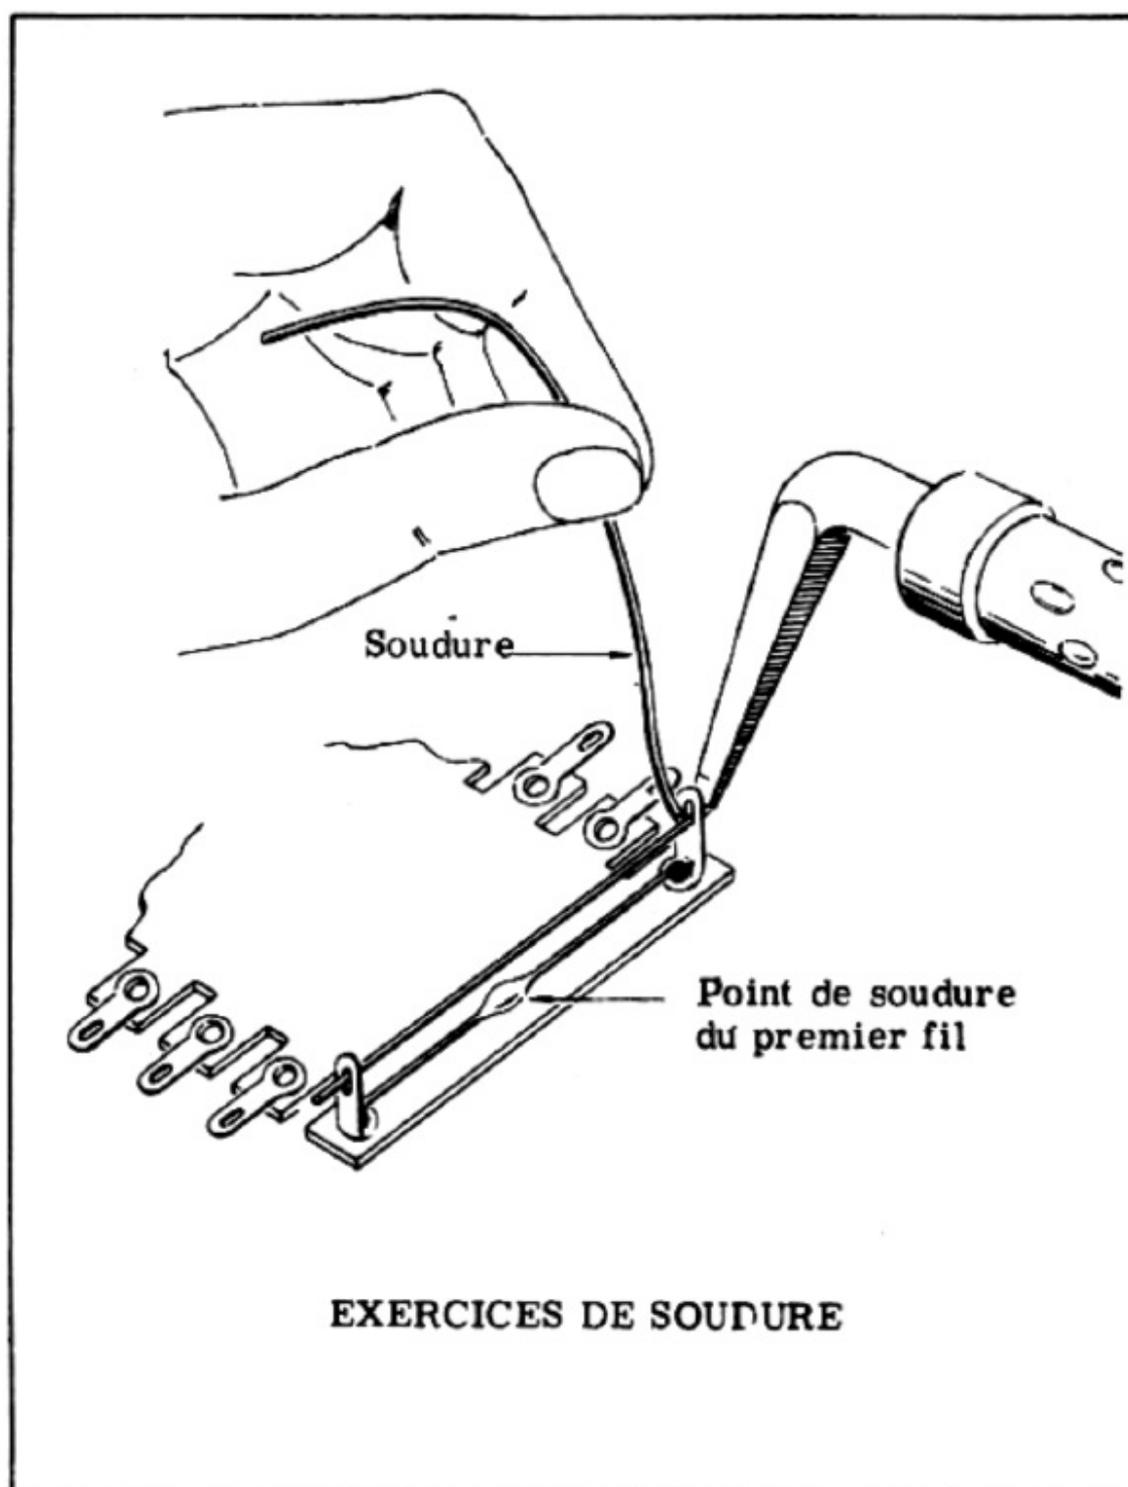

Figure 25
b) Pliez vers le haut à angle droit comme indiqué *figure 25* les languettes des deux cosses dont les oeillets ont déjà été utilisés pour la soudure du premier fil de cuivre : passez dans les ouvertures ovales des deux
languettes le second morceau de fil de cuivre et soudez, d'abord sur une cosse, et ensuite sur l'autre (*figure 25*).